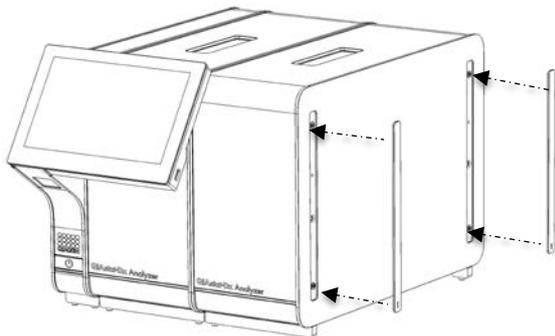

Figure 17. Remise en place des couvercles de protection sur le module analytique supplémentaire.
5. Rattachez les couvercles de protection sur le côté du module analytique supplémentaire (figure 17).